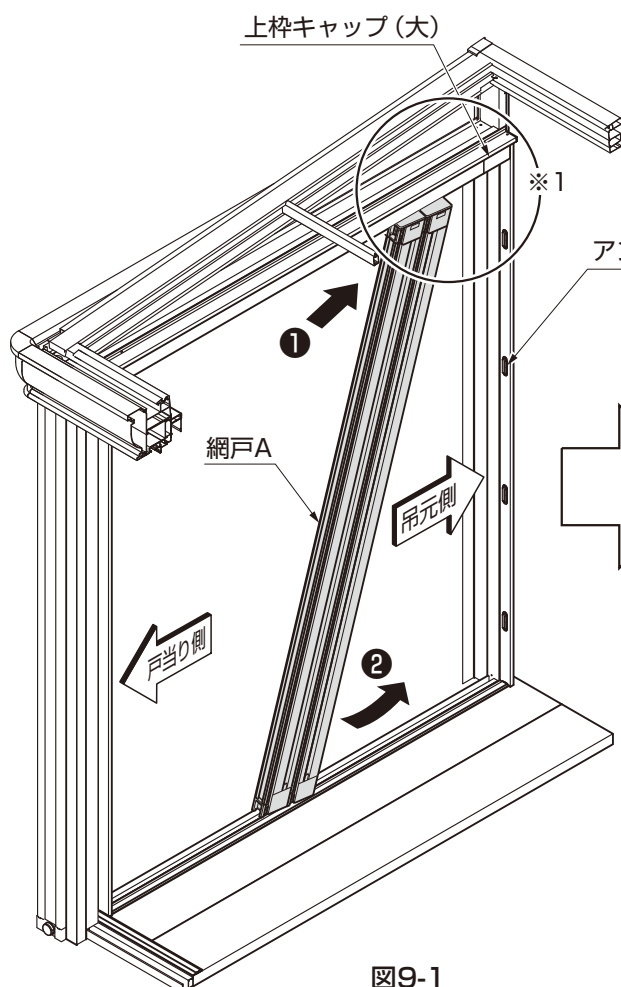

図9-1
(1) 側面側の場合
- ① 網戸A (戸当り用)、網戸B (吊元・連結用) の順で網戸を斜めにして上枠キャップ (大) から上枠に建込んでください。(※1) (図9-1参照)